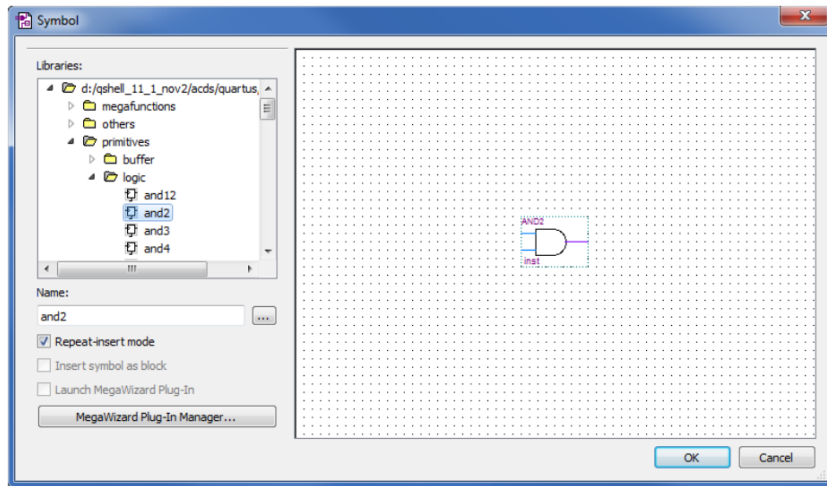

Рисунок 2 – Выбор логических элементов
5) К проекту необходимо подключить файл описания вашей схемы. Для этого выберите File/new/Block Diagram/Schematic File. В Квартусе откроется поле, в котором вы должны собрать схемы «исключающее ИЛИ» на основе компонент AND2(и), OR2(или) и NOT(не). Компоненты можно получить, нажав на кнопку Symbol Tool на панели инструментов и выбрав в библиотеке primitives/logic, см. рисунок 2.